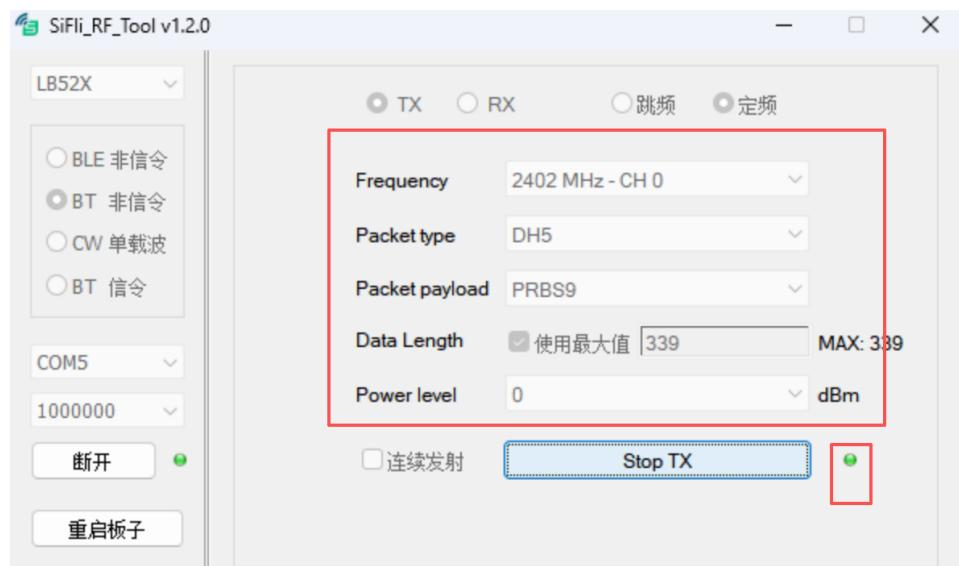

图 3-4
- 点击 Start TX，如按钮右侧灰色点变成绿色点，则表示发射成功，此时可在综测仪上看到对应指标参数，如图 3-4